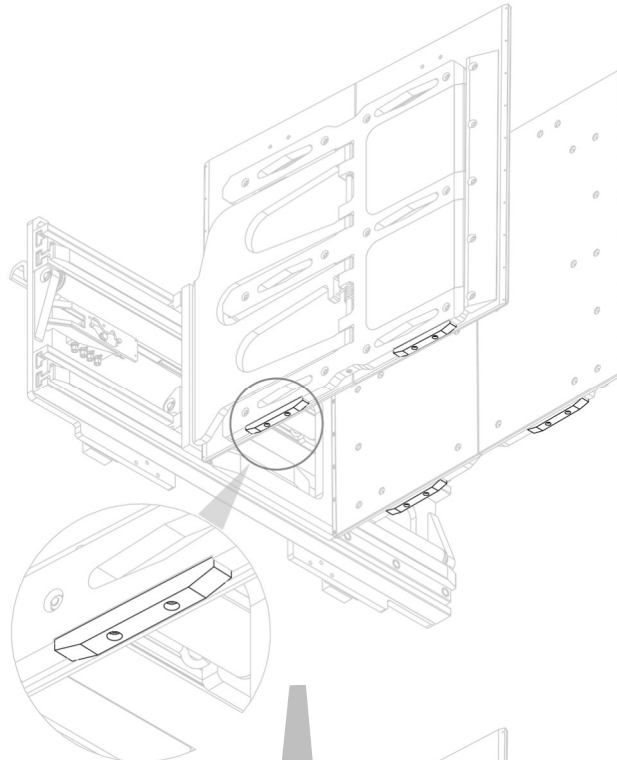
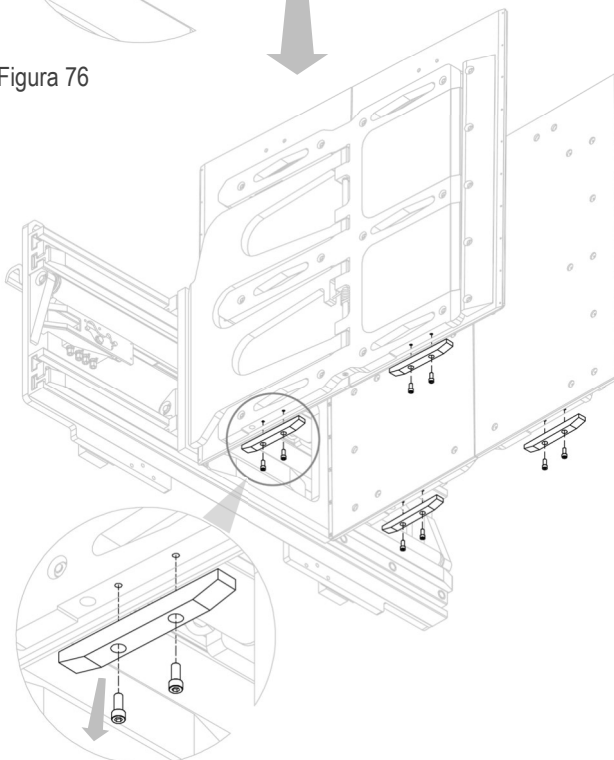

Figura 76
Figura 77
2. Desmontar los patines inferiores antideslizamiento de ertalon después de quitar los tornillos correspondientes (ver *Figura 76* y *Figura 77*).